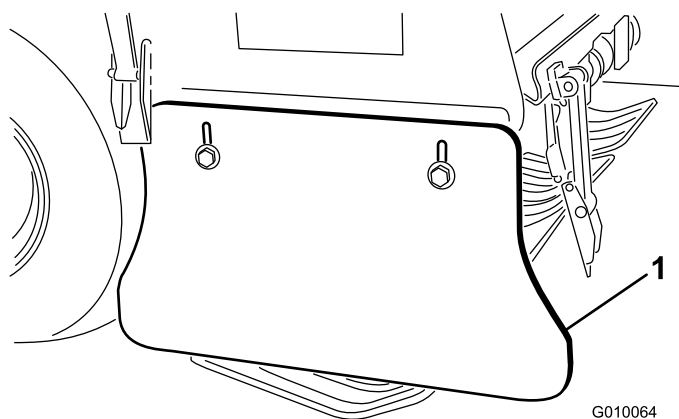

Figura 62
- Allentate i bulloni e i dadi di fissaggio del deflettore laterale al telaio (Figura 62).